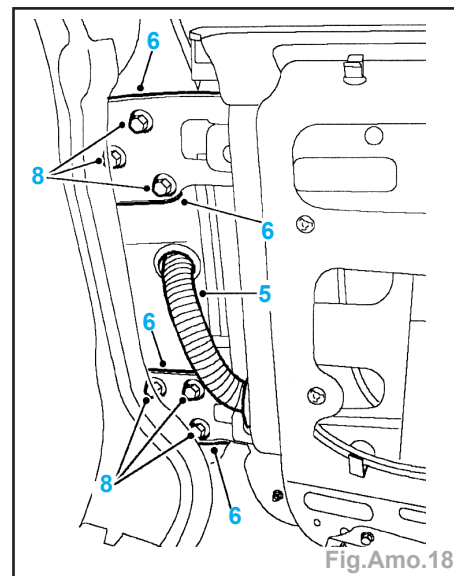

Fig.Amo.18
- Dégager la gaine de faisceau (5) du pied et faire passer le faisceau de porte au travers du pied (6) (Fig.Amo.18).
- Déposer les 6 boulons (8) maintenant la porte du coffre sur la caisse.